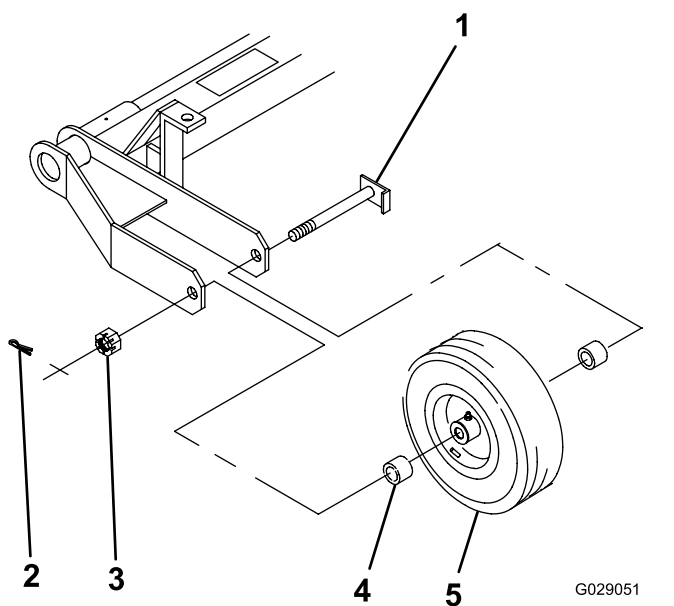

Figura 2
1. Posizionate il gruppo ruota e 2 distanziali (1 a ciascun lato del mozzo della ruota) tra gli elementi del telaio come illustrato in Figura 2.
2. Inserite l'assale attraverso il telaio, i distanziali e la ruota (Figura 2).